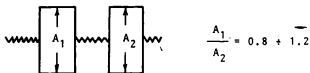

Рис. 2
7.4.5. На осциллооскопе должна наблюдаться указанная на рис. 2 фигура.
Считанный сигнал должен иметь форму показанную на рис.2.
ПРИМЕЧАНИЕ: При настройке с другими контрольными дисками пользоваться соответствующую инструкцию, которая сопровождает диски. Примерно см. рис. 2а.
Рис. 2а